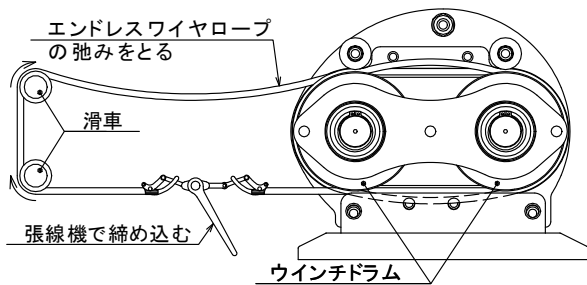

図5-1 エンドレスワイヤロープの締め方
(4) 手で巻き付けただけのワイヤロープは弛んでいます。
a. エンドレスワイヤロープの場合には、張線機（シメラー等）で十分に締め付けてワイヤロープの弛みを取ってください。（図5-1参照）